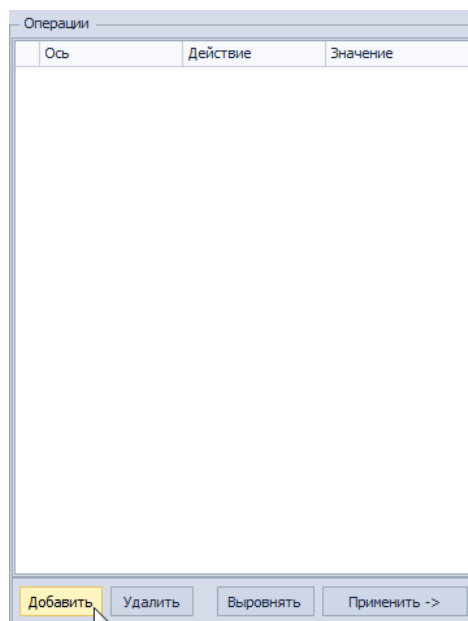

Рис. 174 Добавление действия для выравнивания 3D-модели
1. Нажмите на кнопку «Добавить», расположенную под полем «Операции», см. Рис. 174.